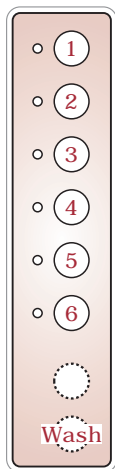

fig. 1
- Premere il pulsante di lavaggio posizionato sul retro del quadro comandi (vedi fig. 1).